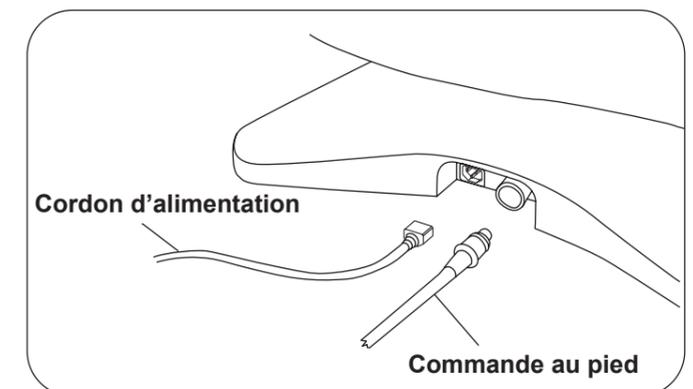

Figure 6. Prises du cordon d'alimentation et du cordon de commande au pied
1. Insérez l'extrémité femelle du cordon d'alimentation dans la prise sur la table (Figure 6).
2. Insérez l'extrémité du cordon de commande au pied dans la prise de la commande au pied sur la table (Figure 6). Assurez-vous que la languette de la fiche est alignée avec la fente de la prise.